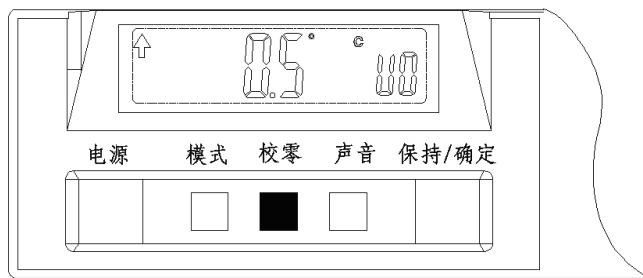

图 G-11
- 1) 将坡度计放置在平面上, 轻压【校零】按钮一次, 坡度计液晶显示区右侧小字体显示为“U0”, 进入校零模式, 见图 G-11;